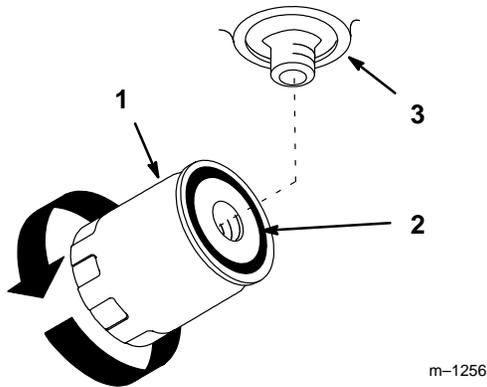

Abbildung 45
4. Eine dünne Schicht Hydraulikflüssigkeit auf die Gummidichtung am Austauschfilter geben (Abb. 45).
7. Wenn die Flüssigkeit aus dem Filter fließt, den Ölfilter im Uhrzeigersinn drehen, bis die Gummidichtung den Filteradapter berührt. Dann den Filter um eine weitere 1/2 Umdrehung festziehen (Abb. 45).